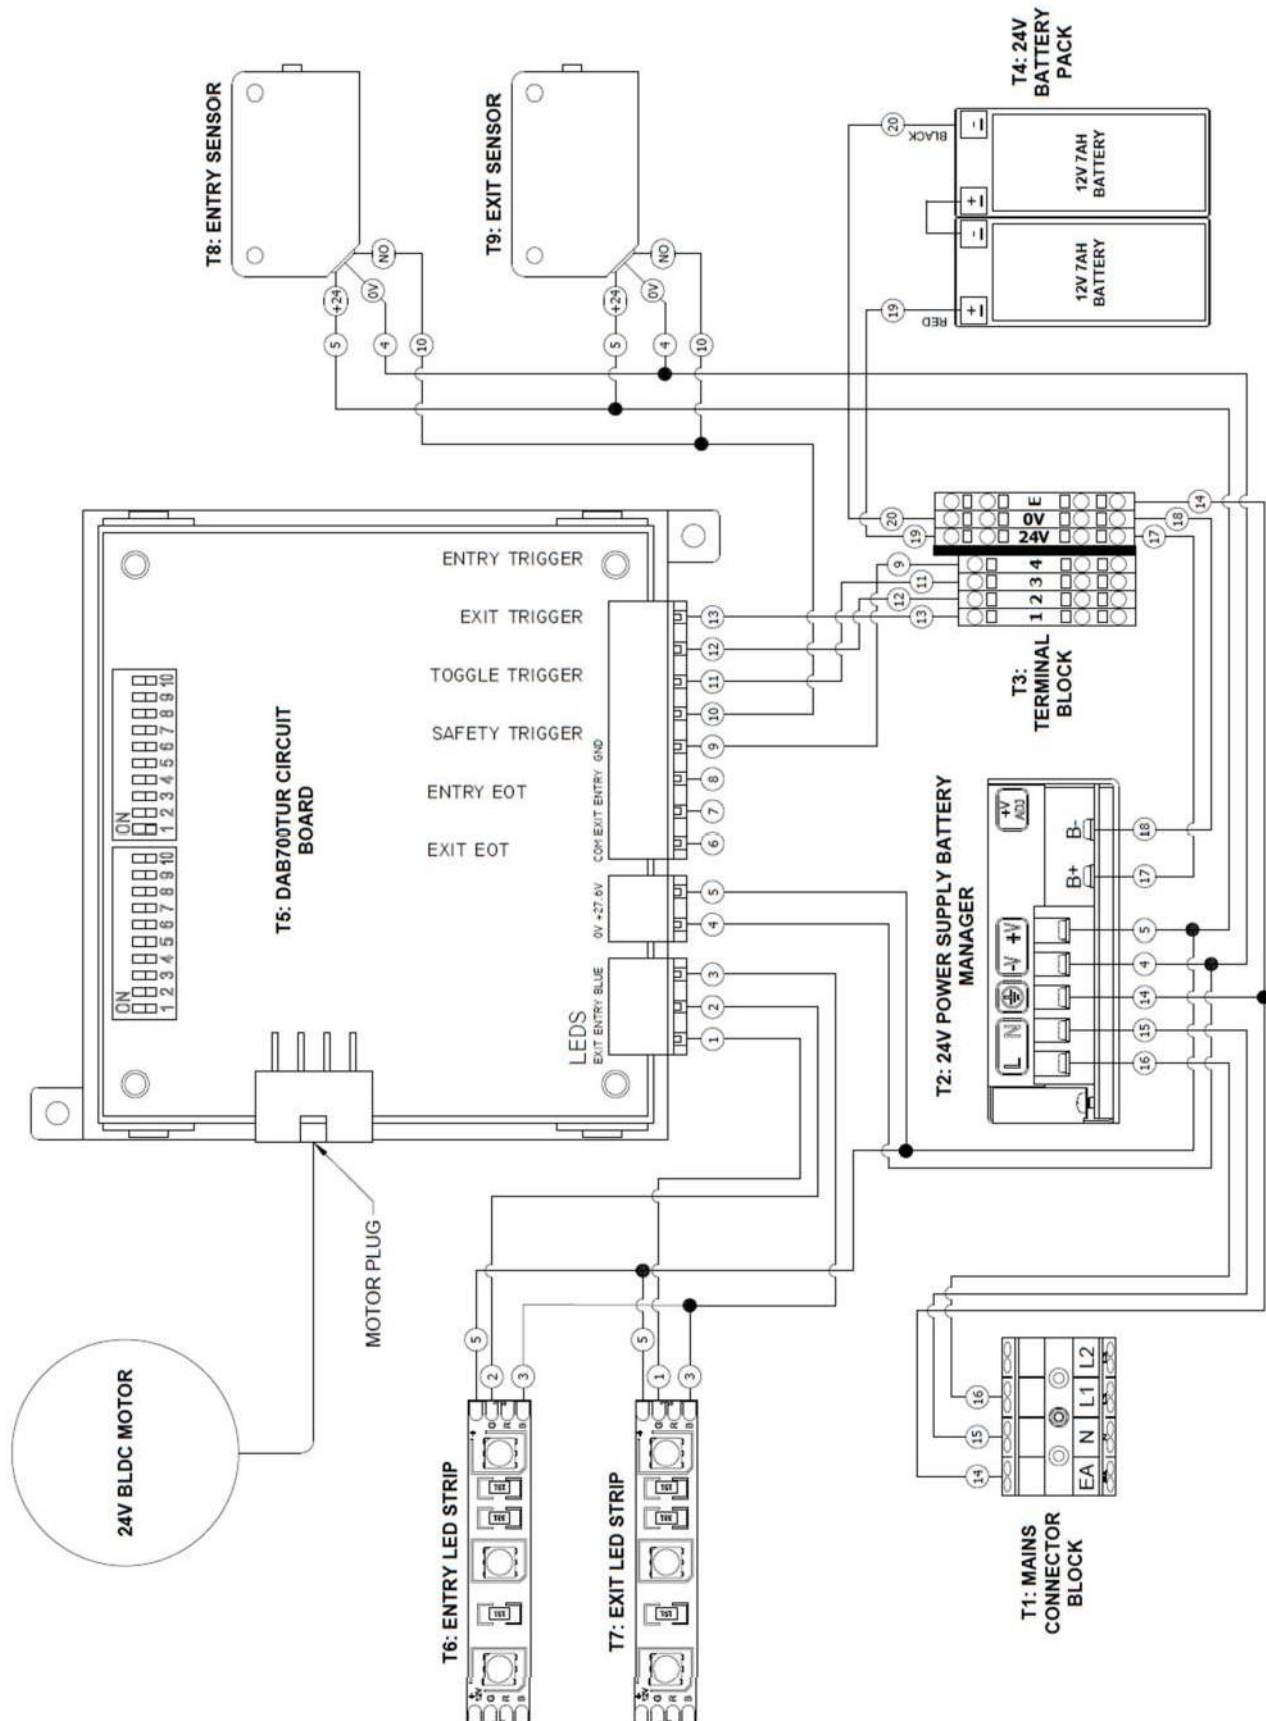

Figure 6: DAB700TUR Controller & Connections
- 5.3. Schließen Sie die 220V AC-Netzspannung gemäß dem Diagramm in **Abbildung 6: DAB700TUR-Controller & Anschlüsse** an.